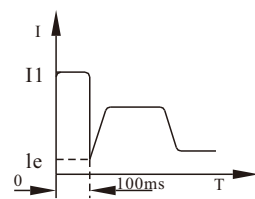
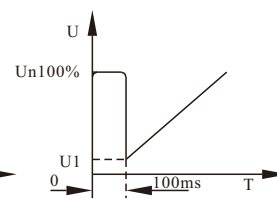

图12
图13
b)、图12和13为突跳起动模式的输出变化波形。在某些重载场合下，由于机械静摩擦力的影响而不能起动电机时可选用此起动模式。在起动时，先对电机施加一个较高的固定电压并持续一段时间以克服电机负载的静摩擦力使电机转动，然后按限电流（图12）或电压斜坡（图13）的方式起动。